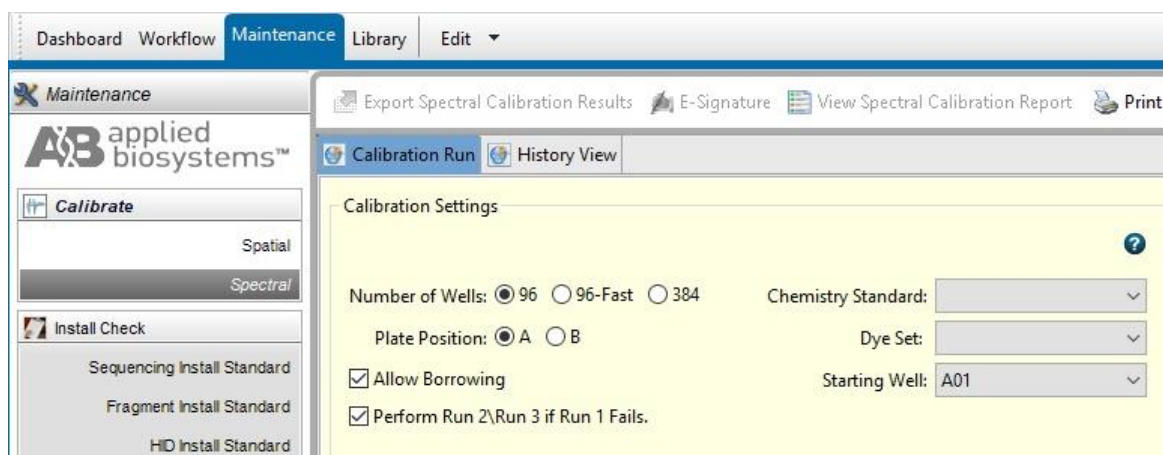

Рисунок 13
3. В открывшемся окне «**Calibration Run**» указать «**Number of Wells**» – количество лунок в используемом планшете, «**Plate Position**» – позицию планшета в приборе (рисунок 13). В поле «**Chemistry Standard**» из выпадающего списка выбрать **Matrix Standard**, в поле «**Dye Set**» из выпадающего списка выбрать «**Spectrum 6A**», а в поле